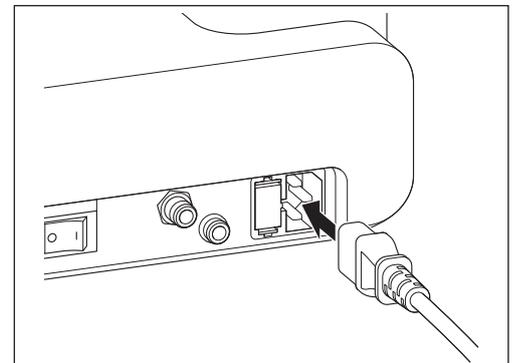

Fig. 1
- 2) Inserire il cavo di alimentazione CA nell'apposita presa del connettore posta sul retro dell'unità di controllo (Fig. 1).